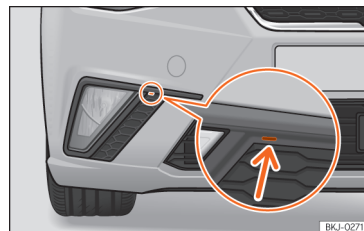

Fig. 165 Farol de nevoeiro: retirar a grelha
- Coloque uma chave de parafusos a fazer de alavanca no entalhe » » Fig. 165 (seta). Em seguida, retire os grampos situados no contorno da grelha, fazendo um pequeno movimento de alavanca.